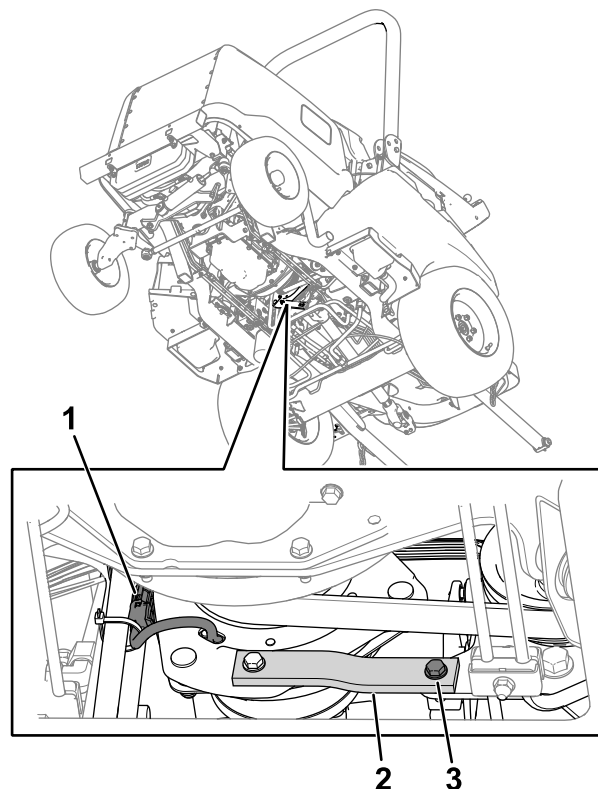

Figura 79
2. Desenchufe el conector del arnés de cables del embrague del arnés de cables de la máquina (Figura 79).
3. Retire el perno, la arandela y la tuerca de la correa de goma (Figura 79) del bastidor.